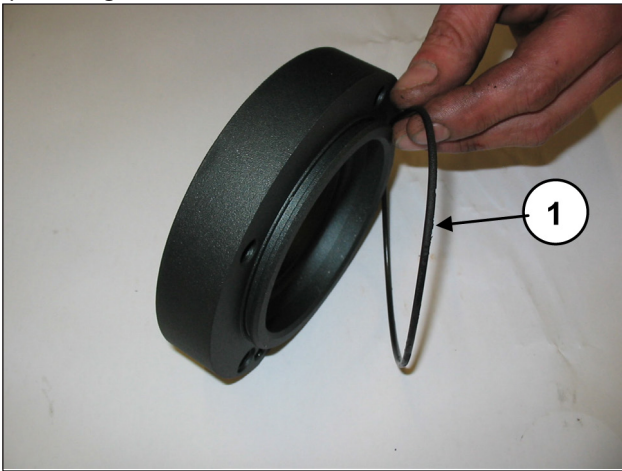
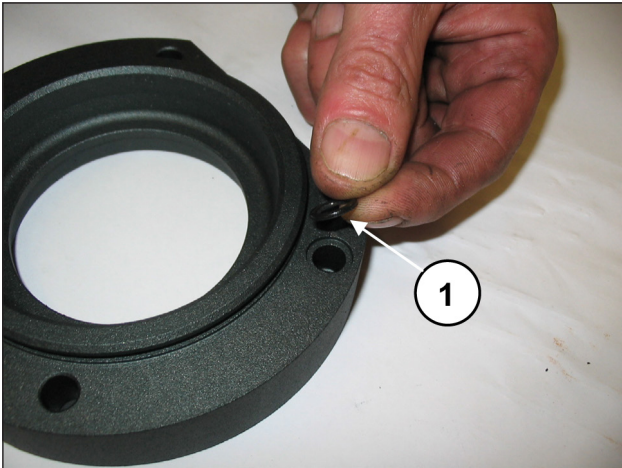

Fig. 66
Fig. 67
Aplicar a las tapas del cojinete PTO, la junta tórica externa (pos. ①, Fig. 66) y la junta tórica del orificio de lubricación (pos. ①, Fig. 67).